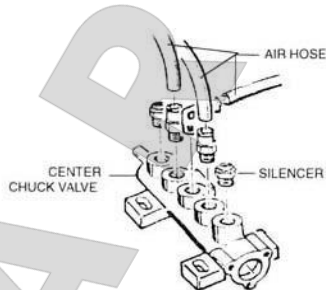

Рис. 12
- 13) Чтобы заменить любой 5-ходовой клапан выполните шаги 10, 11, 12 (рис. 12)